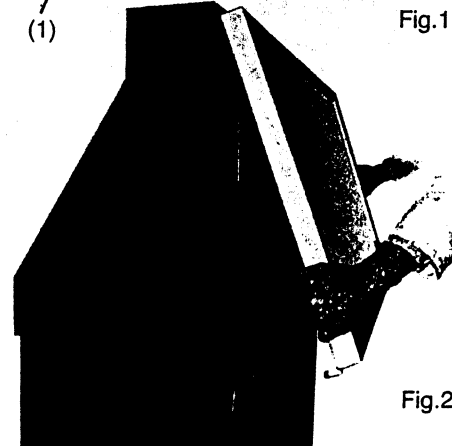

Fig.2
- 3- Tirare leggermente la parte bassa del pannello frontale, alzarlo leggermente, rimuoverlo ed appoggiarlo su una superficie pulita. Fig2
- 3 - Tirar hacia afuera del marco alzándolo al mismo tiempo para soltarlo de la parte superior (Fig.2).
6. Loosen the deflection yoke securing screw A (Fig. 2) so that they can be slid along the neck of the tube. Do not disconnect the deflection yoke cables.